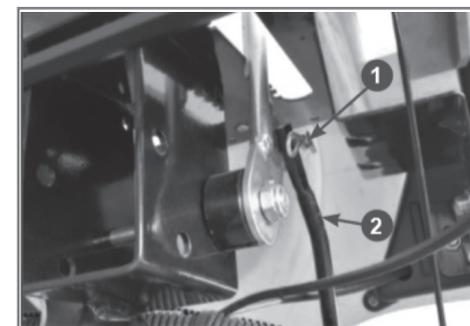

Рис. 3 Подключение тяги к рычагу переключения передач
6. Подключите тягу к рычагу переключения передач. Смажьте ось 1 и отверстие в тяге многоцелевой консистентной смазкой, установите тягу 2 на ось 1 кронштейна рычага переключения передач и зафиксируйте тягу шплинтом (Рис. 3).